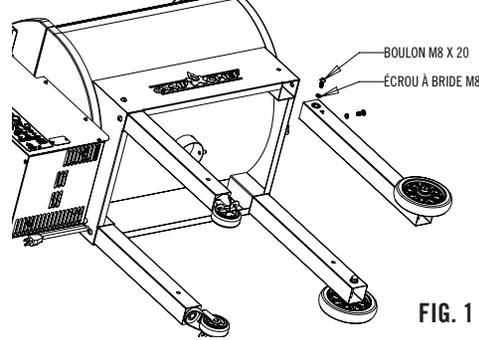

FIG. 1
- Monter chacun des 4 pieds comme indiqué sur la Fig. 1. S'assurer que les pieds équipés de roulettes sont attachés du côté droit du